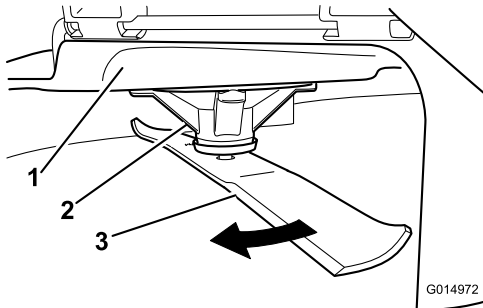

図 53
2. 厚手の丈夫な手袋をはめるなどして確実に保護した手で、ブレードをゆっくり回転させ、適当な位置で、刃先から床面までの距離を測定する 図 53。